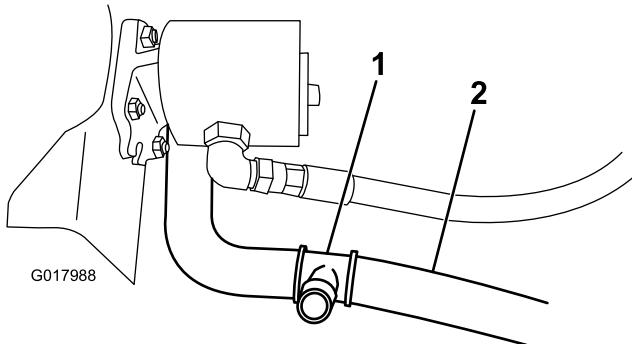

Figura 11
2. Corte o tubo inferior do radiador a cerca de 9 cm da linha central do tubo a uma dobra de 90 graus (Figura 11).
3. Ligue o encaixe em T a cada uma das novas extremidades cortadas do tubo inferior do radiador com 2 braçadeiras de tubos largas (Figura 11).